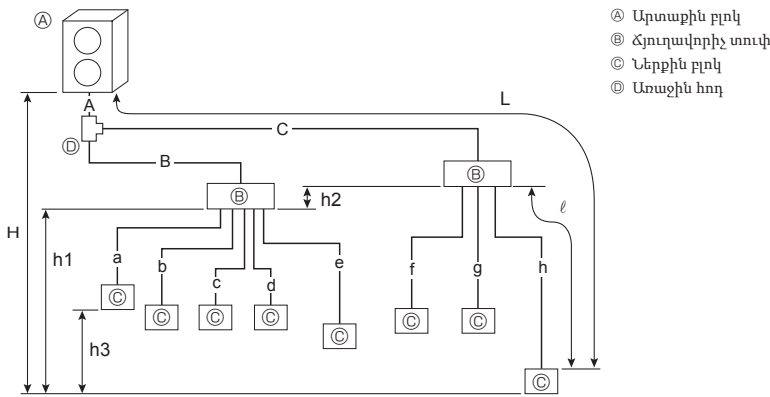

Fig. 4-4
4.3.2. Ճյուղավորիչ տուփով միացում (Fig. 4-4)